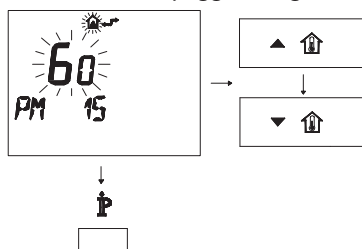

Figura 5.34
- Modificare il SET programmato agendo sui pulsanti ▲ \uparrow o ▼ \uparrow fino a visualizzare un **set di 60**, aspettare che il numero programmato cominci a lampeggiare (Figura 5.34).